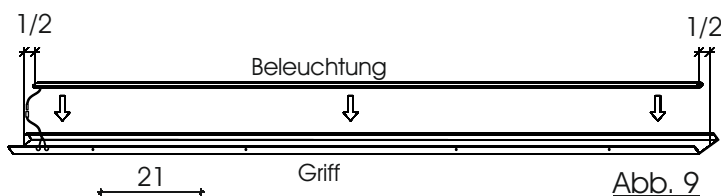

Abb. 9
2. Kleben Sie die Beleuchtung mittig mit ca. 21mm Abstand zur Hinterkante in das Griffprofil. Achten Sie darauf, dass das Kabel der Beleuchtung in Richtung der Kontaktplatten zeigt. (Abb.9,10 und 11)